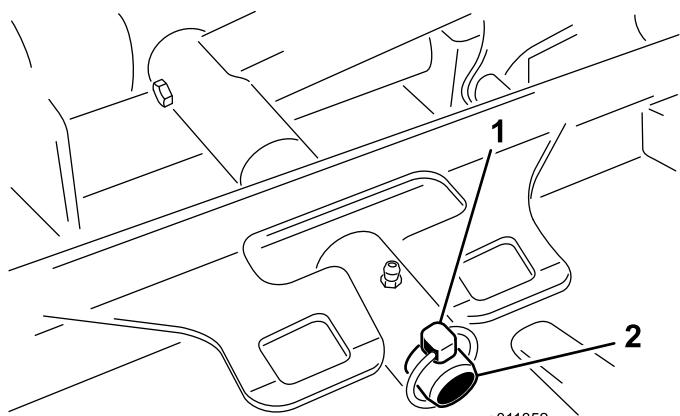

图64
3. 卸下将刀盘承载架固定至提升臂枢轴销的保险销（图64）。
3. 将刀盘承载架滑动至提升臂枢轴销上。用保险销固定（图64）。